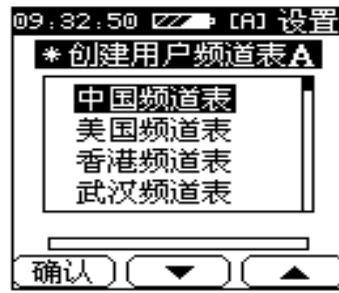

图 4-25
3. 仪器内存储的基本用户频道表会显示在屏幕上，有八个用户频道表供选择。（如图 4-25）如果用户需要的频道表没有列出来，请与德力公司联系，德力公司会为用户特制专用频道表。